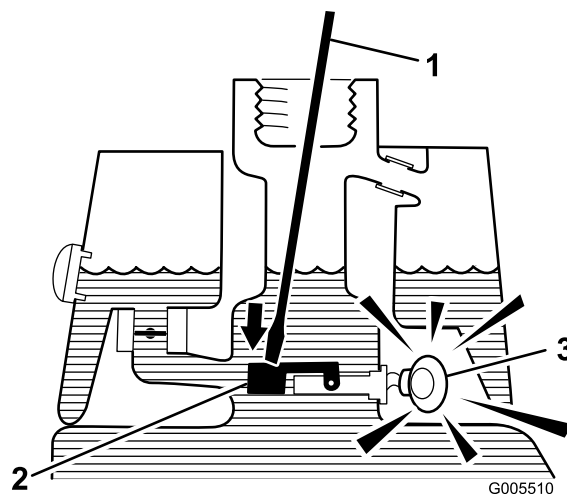

Figura 30
3. Introduzca una varilla o un destornillador limpio en el cuello del depósito y empuje hacia abajo, con cuidado, el flotador del interruptor (Figura 30). Después de la demora de un segundo, debe sonar la alarma.